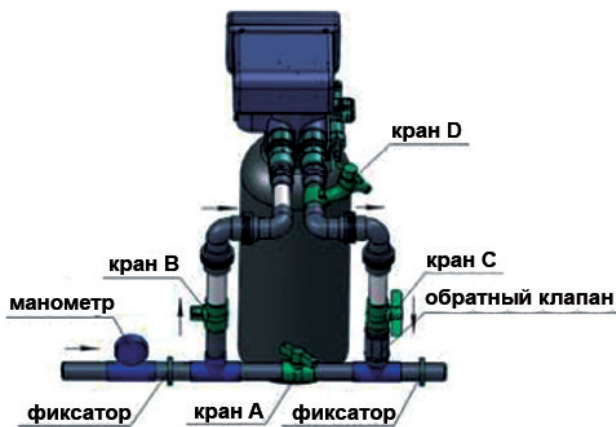

рисунок 1-3
4. Присоединение к трубопроводу (см. рис. 1-3).